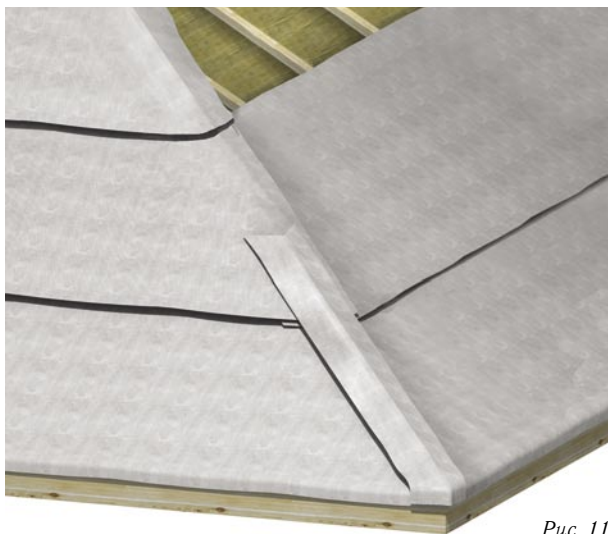

Рис. 11
■ **ребром**, то пленка с двух скатов доходит до ребра и крепится на нем строительным степлером с шагом 15 см. Затем, вдоль ребра укладывается полоса из пленки шириной не менее 30 см. Фиксация пленки производится по длинным краям полотна специальной клейкой лентой (см. рис. 11).